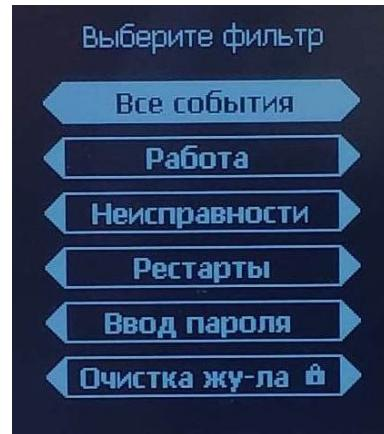

Рисунок 2 – Фильтр журнала событий
**1. «Журнал»** – раздел предназначен для просмотра журнала событий. В журнале предусмотрен фильтр событий (см. рисунок 2). При выборе пункта «Все событий» выводятся все записи журнала (см. рисунок 3).